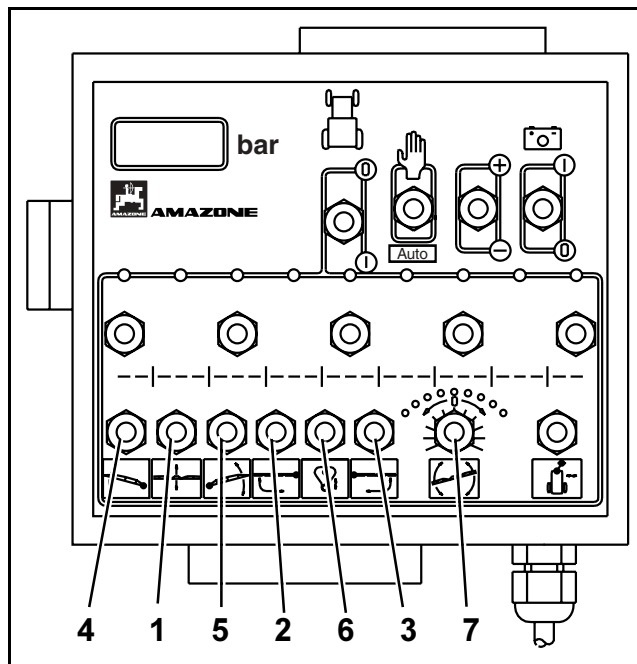

Рис. 110
- Клавиши (Рис. 110/4 и Рис. 110/5) держите в положении "Наклон вниз", пока оба пакета консолей **не разложатся вниз** в горизонтальное положение.
- Одну из клавиш (Рис. 110/2 или Рис. 110/3) держите в положении "Раскладывание", пока отдельные сегменты полностью не раскроются. Соответствующие гидравлические цилиндры блокируют штанги в рабочем положении.
- **Разблокирование устройства гашения колебаний при помощи клавиши (Рис. 110/6) (см. гл. 8.3.2.4).**
- Рабочую высоту штанг регулируйте при помощи клавиши (Рис. 110/1) для гидравлической регулировки высоты.
- Нажмите клавишу (Рис. 110/1) и поднимите, таким образом, штанги в среднее положение.
- **Заблокируйте устройство гашения колебаний при помощи клавиши (Рис. 110/6) (см. гл. 8.3.2.4).**
- Одну из клавиш (Рис. 110/2 или Рис. 110/3) держите в положении "Складывание", пока отдельные сегменты полностью не сложаются и не поднимутся в сложенное состояние обе консоли.
- Клавиши (Рис. 110/4 и Рис. 110/5) держите в положении "Складывание", пока отдельные сегменты не сложаются полностью и не поднимутся обе консоли.
- Клавиши (Рис. 110/4 и Рис. 110/5) держите в положении "Складывание", пока отдельные сегменты не сложаются полностью.
- Клавиши (Рис. 110/2 и Рис. 110/3) держите в положении "Наклон вверх", пока не поднимутся обе консоли.